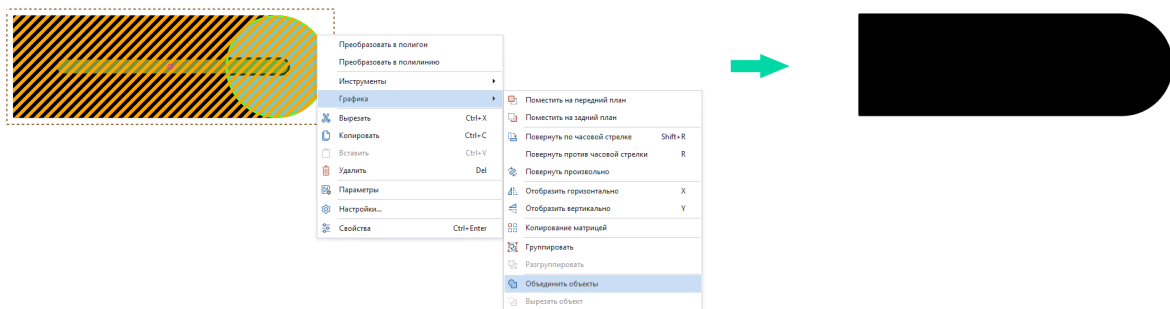

Рис. 374 Объединение объектов
2. Вызовите контекстное меню и выберите пункт «Объединить объекты» в разделе «Графика» или нажмите  на панели «Графика», см. Рис. 374.